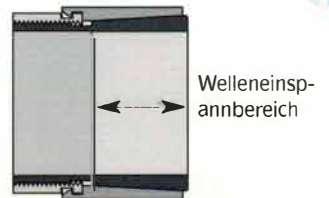
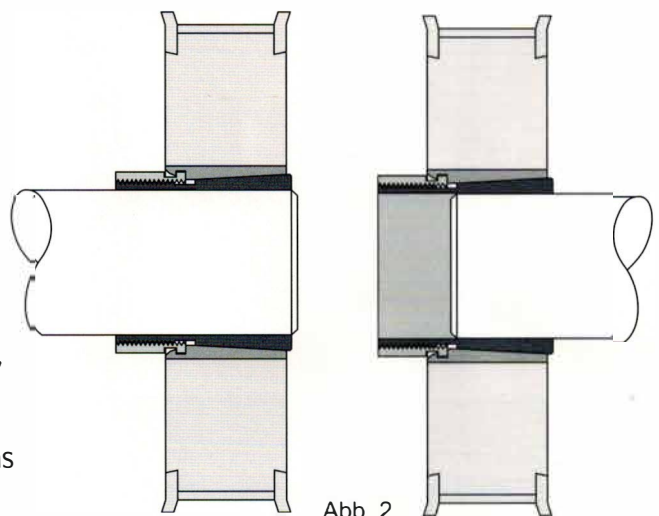

Abb. 1
Abb. 2
3. Die Trantorque-Einheit in das zu montierende Bauteil setzen und dabei sicherstellen, dass die entsprechende Nabe vollständig in die Mutter eingreift. Siehe Abbildung 2.
ACHTUNG: Die Welle muss vollständig in den Welleneinspannbereich (Abb. 1) der Trantorque-Einheit eingreifen. In Abbildung 2 ist der Mindesteingriff der Welle dargestellt.